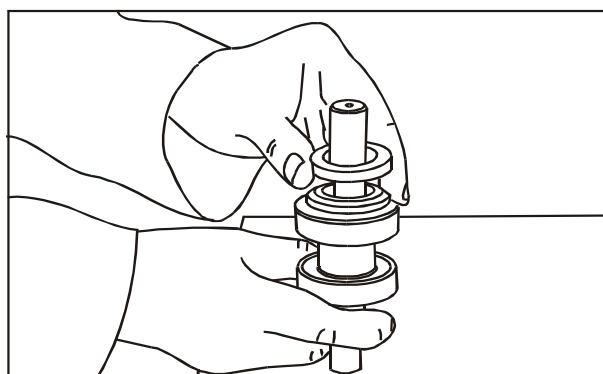

FIG 14
4. Monte o anel de feltro com alojamento novo na árvore conforme a **Fig. 14**.